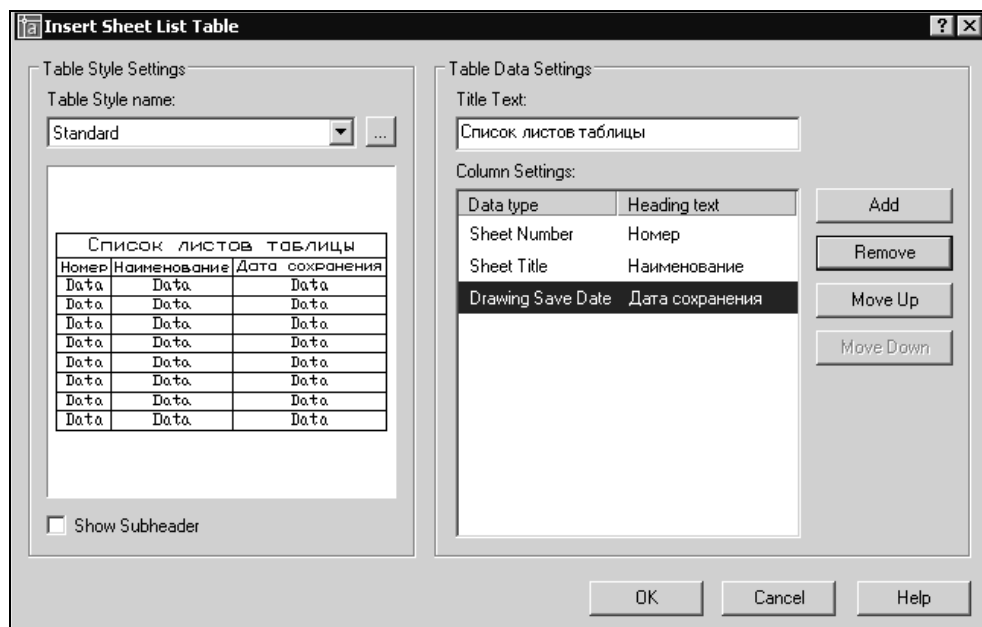

Рис. 20.18. Диалоговое окно для формирования содержания таблицы
- Два раза щелкните на имени титульного листа подшивки, чтобы открыть его в окне AutoCAD, а затем щелкните правой кнопкой мыши на имени подшивки и выберите из появившегося контекстного меню **Sheet List Table** (Таблица листов). Появится диалоговое окно **Insert Sheet List Table** (Вставка таблицы листов) (рис. 20.18).